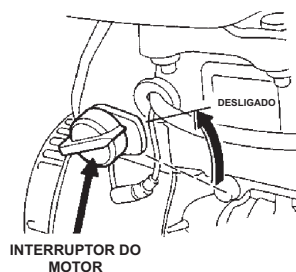

Figura 30. Interruptor ON/OFF do motor (posição OFF)
- Após o motor arrefecer, coloque o interruptor de arranque/paragem do motor na posição “**OFF**” (desligado) (Figura 30).